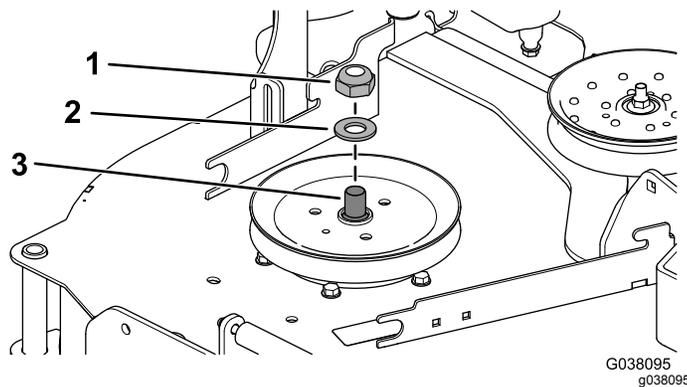

Figura 27
- Utilizzate una chiave (1½") per fissare l'asse del fusello mentre rimuovete il dado di bloccaggio (¾") e la rondella dall'asse del fusello (Figura 27).